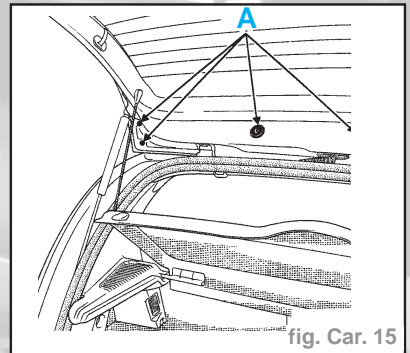

fig. Car. 15
- Déposer l'élément aérodynamique sur le hayon (vis de fixation (A)) (fig. Car. 15).